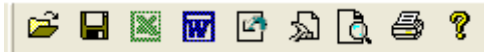

图 3.3 工具栏
- ◇ **工具栏**由一系列按钮组成（如图 3.3 所示），每个按钮可以实现一个常用功能，其功能与菜单中的功能完全相同。
工具栏由一系列按钮组成（如图 3.3），每个按钮可以实现一个常用功能，其功能与菜单中的功能完全相同。虽然菜单命令中已经包含了这些命令，但是对于这些常用命令来说，通过工具栏按钮来实现要方便的多。如果将鼠标在某个按钮上稍做停留，屏幕上会自动显示该按钮的功能。当按钮颜色呈置灰状态时表示当前状态下此功能无效。